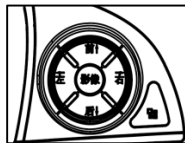

图 3
- a) 启动按钮在 ACC/ON 档位置,档位在非 R (倒档) 时,按下转向盘全景影像系统启动按键,全景影像系统开始工作,多媒体界面显示车辆周边【全景+前视】视图。全景影像系统启动按键如图 3 所示。“影像”按键为全景影像系统启动按键。
在全景影像系统开启状态下,用户可通过操作转向盘上的“前”、“后”、“左”、“右”四个按键切换车辆四周不同方位的单幅视图。全景影像系统视图切换按键如图 3 所示。